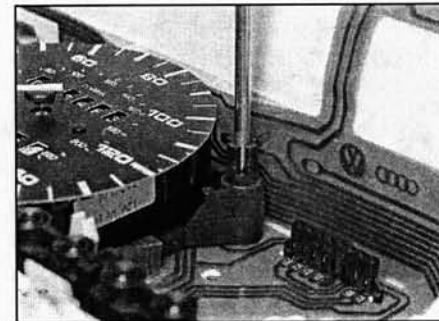

Рис. 11.3,в. Отверните винты крепления спидометра (на поздних моделях электронный спидометр надо вынуть из панели)
- 3 Приборы к панели крепятся фиксаторами или винтами (рис. 11.3, а – в). Работайте аккуратно, чтобы не повредить печатную плату.